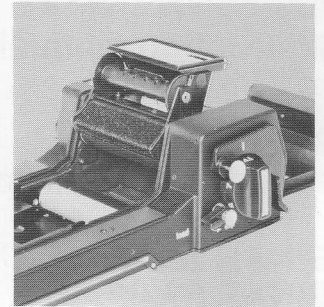

Fig. 1
- 1.3. Filmpatrone (24) senkrecht nach oben herausziehen (Fig. 1).
- 1.3. Lift out the film cartridge (24) from above (fig. 1).
- 1.3. Enlever la cartouche de film (24) en tirant vers le haut (fig.1).